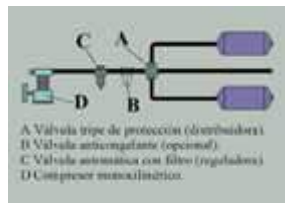

Fig. 47
- Circuito de alimentación. (**fig. 47**).
Circuito de alimentación (fig. 47)